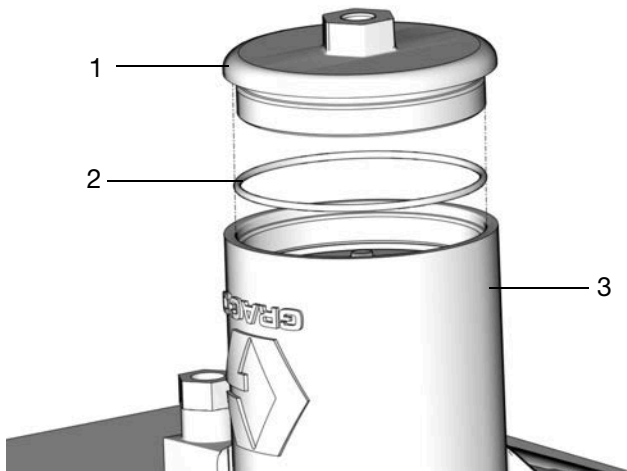

FIG. 21
19. Retire la tapa (1), la junta tórica de la tapa (2) y el muelle (6). Deseche la junta tórica según la normativa para una eliminación adecuada (FIG. 21).